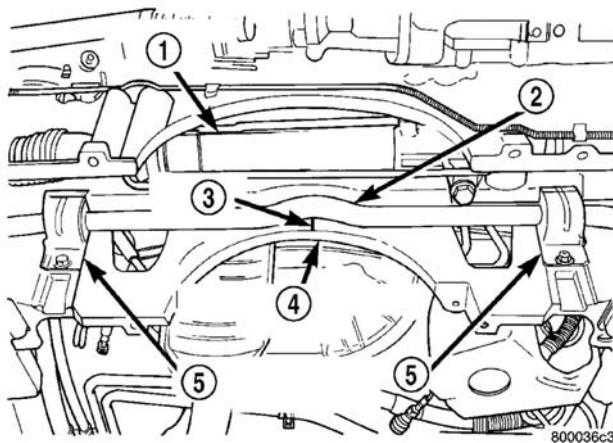

图 2 前稳定杆缓冲橡胶固定件
- (1) 举升车辆。参见“润滑与保养”中的“举升”。
- (2) 卸下将废气泄漏检测泵紧固到托架横梁加强件上的 2 个螺栓。
- (3) 将泄漏检测泵移至侧面，从而可以接近稳定杆缓冲橡胶固定件。
- (4) 卸下紧固每个稳定杆缓冲像胶固定件至托架横梁的螺母和螺栓 (图 2)，并卸下固定件。